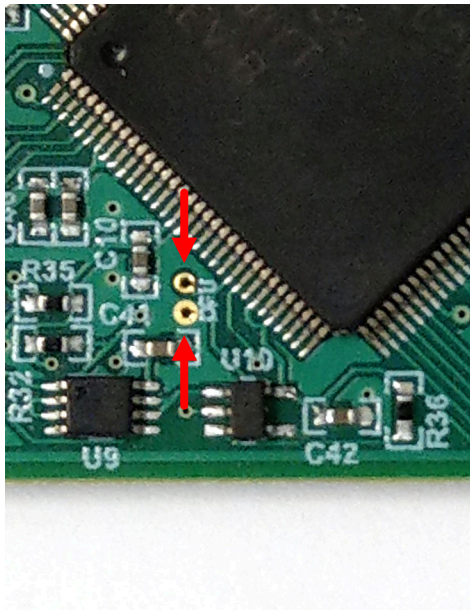

图 3-3. 用于手动进入 DFU 模式的测试点
- 在按下 RESET 按钮的同时，用一把镊子（或一根导线）将接头引脚的 PK1 和 PK2 附近的两个测试点（请参阅图 3-3）短路。